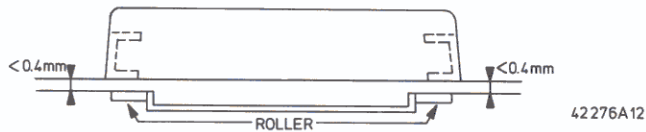

Fig. 2b
- Verschuif de lade zodanig dat het lade-frontpaneel gelijk komt met het frontpaneel van de kast en dat er maximaal 0,4mm speling zit tussen de glijrolletjes en de lade, zie fig. 2b.
- Maak de 4 schroeven (A) weer vast.